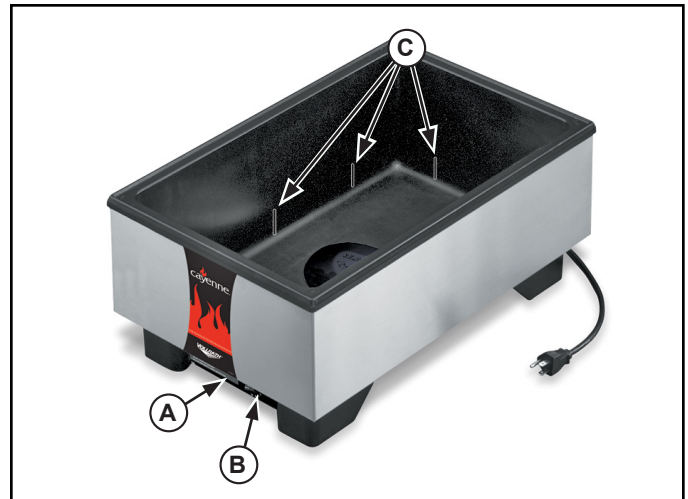

Figura 1. Características y controles
1. Llene el receptáculo hasta las marcas de nivel correcto (C) con agua limpia y fresca. El nivel correcto es de aproximadamente 1" (2,5 cm) o aproximadamente 5.5 ct. gal. (5,2 L) de agua. No lo llene excesivamente. Consulte la Figura 1.
3. Precaliente el agua en los receptáculos cubriéndolos con tapas o recipientes de alimento vacíos. Gire el interruptor de encendido/apagado y de control térmico (A) hasta el ajuste máximo de calor (10). Precaliente el agua durante 15 minutos.
6. Mantenga el nivel del agua en o cerca de la marca establecida. Retire periódicamente (aproximadamente 2 horas) el recipiente y revise el nivel del agua. Agregue agua caliente si es necesario. Algunos modelos vienen equipados con una luz indicadora (D) de nivel de agua bajo que se ilumina cuando dicho nivel está bajo.
7. Gire el interruptor de encendido/apagado y de control térmico (A) hasta la posición de apagado (OFF) y desenchufe la unidad. Use guantes, mitones o tomaollas para protegerse las manos cuando retire recipientes de comida caliente de la unidad.